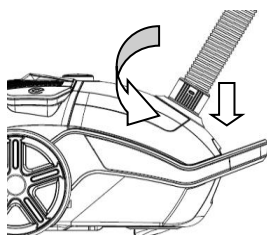

Fig 1
1. Collegare l'accessorio per tubo: inserire l'estremità del tubo nella presa del tubo sul coperchio anteriore, quindi agganciarlo (Fig. 1)